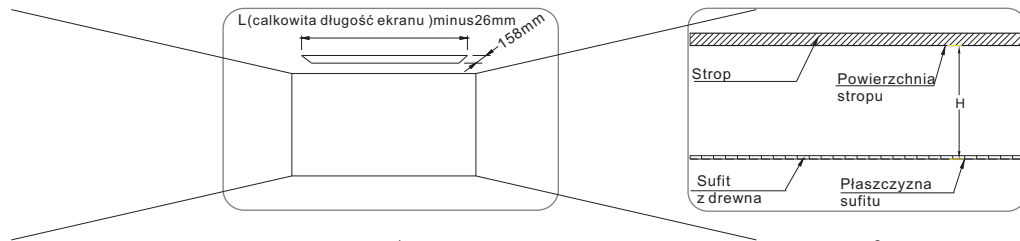

rys. 25
11. Instrukcja zakończona (rys. 25).